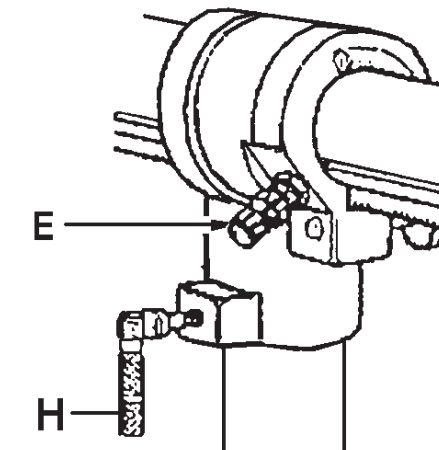

Рис.5
- Сверлильная головка может быть повернута на 45° вправо (R) и на 90° влево (L).
- Для поворота на 90° вытащите фиксирующий штифт (E, Рис. 5) и выверните его.
- Для этого ослабьте рукоятку зажима (H, Рис. 5).
- Ослабьте рукоятку зажима (F).
- С помощью ручки настройки (I) может быть достигнута желаемая регулировка.